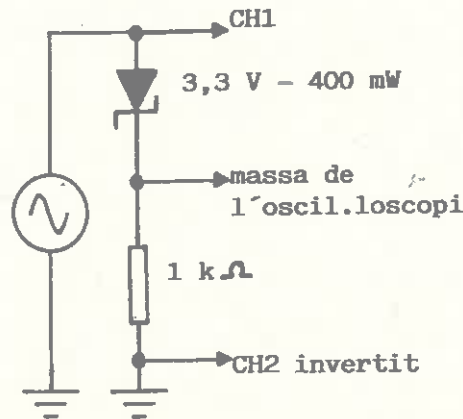

Figura 35
- 15) Fes el muntatge de la figura 35 i determina l'intensitat mínima d'un zéner de 3,3 V - 400 mW, a partir de la corba de l'oscil.loscopi (en representació X-Y amb el canal 2 invertit).